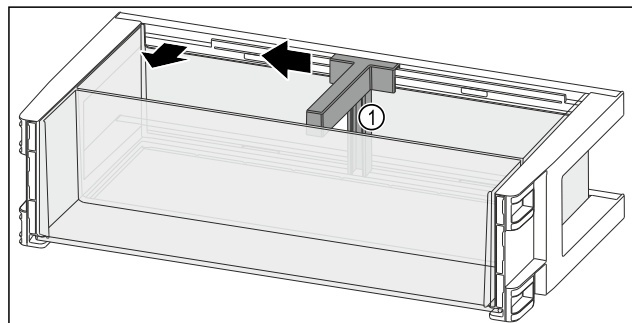

Fig. 92
- ▶ Spingere il portabottiglie Fig. 92 (1) lateralmente fino all'incavo.
- ▶ Rimuovere il portabottiglie Fig. 92 (1).